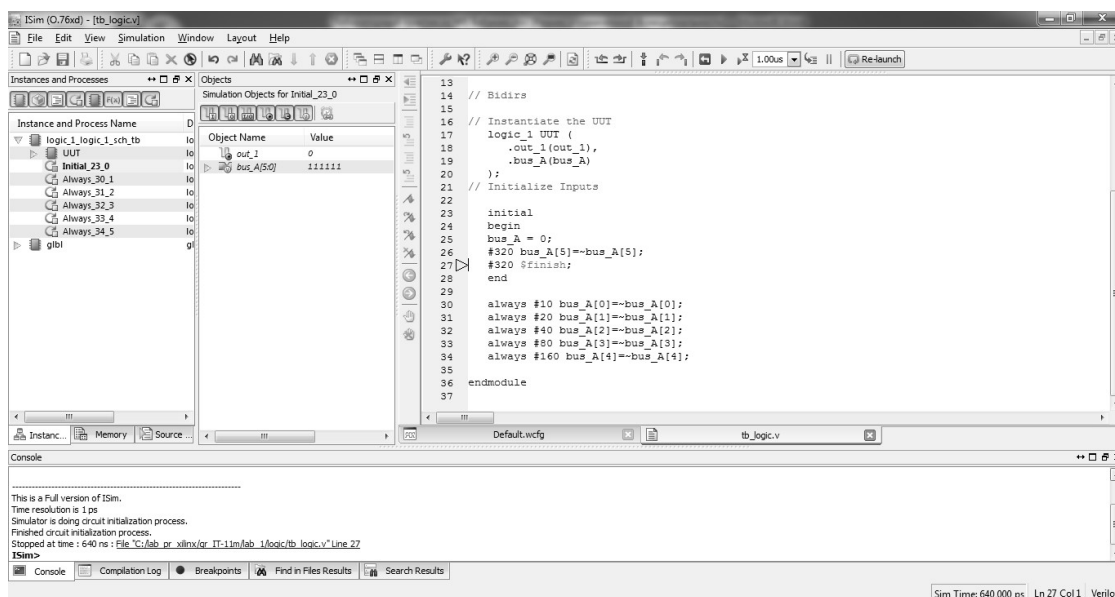

Рисунок 42 – Окно встроенного средства моделирования iSim
11) Для симуляции в окне процессов кликаем два раза мышью по строке Simulate Behavioral Model. В результате должно открыться окно программы iSim (Рисунок 42, 43).